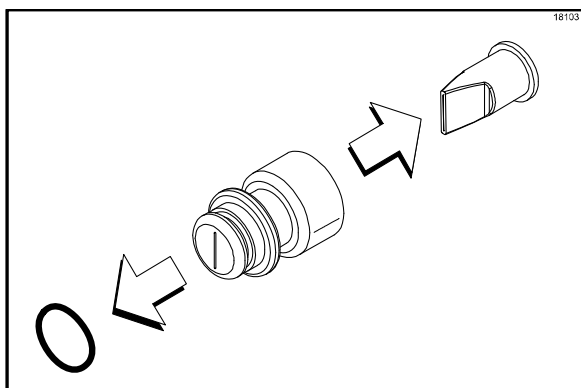

Figura 29
- Remova a válvula bico de pato e o anel de vedação da conexão de ponta do xarope. (Veja a Figura 29.)